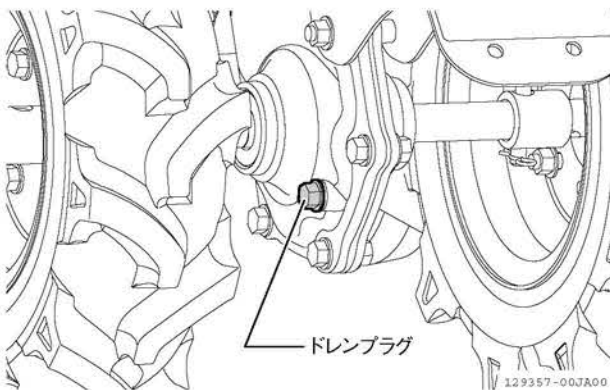

図 4-29 交換のしかた
2. ドレンプラグを外します。古いオイルが流れ出てきます。(図 4-29)